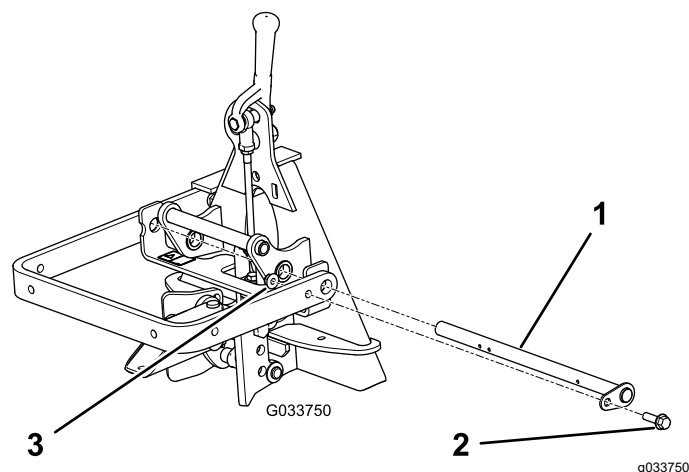

図 5
2. 穴にピボットバーを通す図 5。
- リテーナプレートの穴を昇降アームの穴にそろえて、フランジヘッドボルトとフランジナットを通す 図 5。